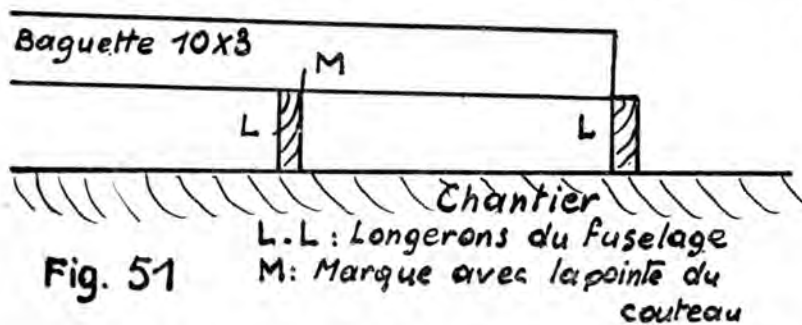

Fig. 51
b) Leur longueur est relevée directement sur le chantier comme le montre la figure 51 et la photo 1 de la page 29. Pour couper la baguette, faire une légère incision au couteau, bien d'équerre, à l'endroit marqué ; retourner cette incision sur la face opposée de la baguette et casser. Il est généralement inutile d'ajuster les extrémités au ponçoir. Les aspérités provoquées par la cassure permettent à la colle de faire une excellente prise. La figure 52 représente un point de collage de trois entretoises sur le longeron inférieur (gros si 2 fois environ) ;